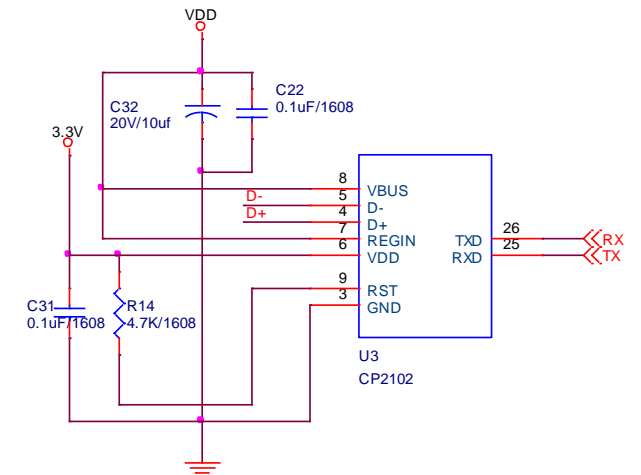

Figure 4. Uart to USB Bridge Circuit
- ❖ Figure 4처럼 2P 외부전원커넥터 및 USB 커넥터로부터 1개의 전원을 선택하여 회로의 전원으로 사용된다.